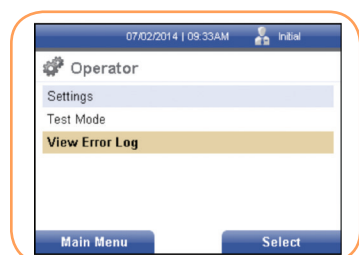

FIGURA 95
- Desde la pantalla Operador, use la tecla [↓] para desplazar el cursor hacia abajo, hasta el campo de texto Ver registro de errores (Figura 95).